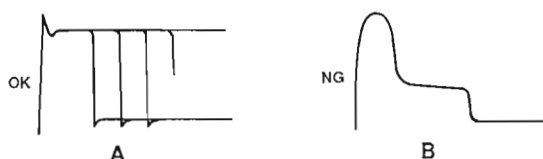

Fig. 1
- ① Select Mode 1 and then select the laser writing mode by pressing the LINE button (ref. pages 14 and 15). (YPDR601 "RECORD" LED ON)
- ② Place the laser power meter sensor near the upper portion of the optical head objective lens.
- ③ VR102 is very sensitive, carefully adjust VR102 clockwise. Adjustment value: $PL = 3.40mW \pm 0.1mW$
- ④ Connect the oscilloscope probe to the laser power meter monitor output and set the laser power meter to the peak mode (refer to Waveform photo 1).
- a. If the waveform looks like the one shown in A of fig. 1 then the optical head is operating correctly. However, if the optical head is defective, the monitor waveform will look like the one shown B in fig. 1. In this case, the optical head should be replaced.
- ⑤ Change to the reading mode by pressing the LINE button (ref. page 15). (YPDR601 "RECORD" LED OFF)
- ⑥ Select Mode 0 by pressing the STOP button (ref. page 14).
- ③光パワーメーターをPeakモードにしモニター出力をオシロスコープに接続する。
- a. WRITE POWERの光出力が写真1のような波形になっていることを確認する。もし、Fig. 1のBのような波形が現れる場合は光ヘッド不良なので交換のこと。
- ④調整終了後はLINEボタンを押し、光出力を"READ POWER"にする。(YPDR601の"RECORD"のLEDが消えていることも確認する)
- ⑤STOPボタンを押してMODE 0にする。